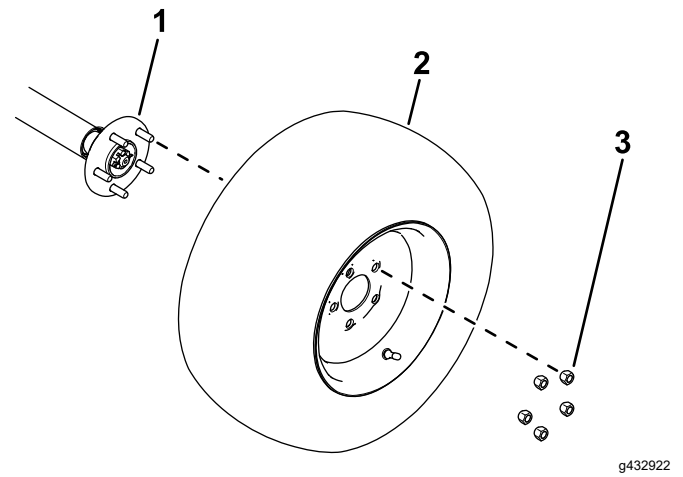

Bild 4
1. Lösen und entfernen Sie die Radmuttern (Bild 4).
2. Nehmen Sie Räder von den Radnaben ab (Bild 4).